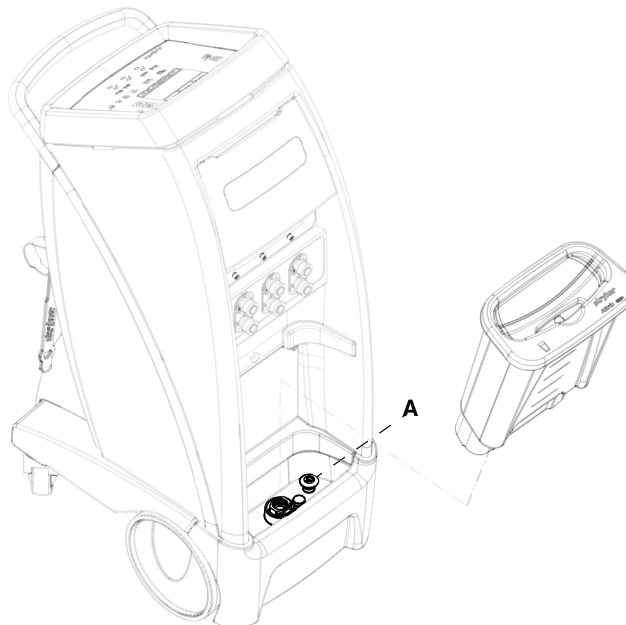

Figure 2-20 : Bouchon de purge
2. Retirer le réservoir et tirer le bouchon de purge du contrôleur (A) vers le haut pour ouvrir la purge (Figure 2-20 à la page 2-37).